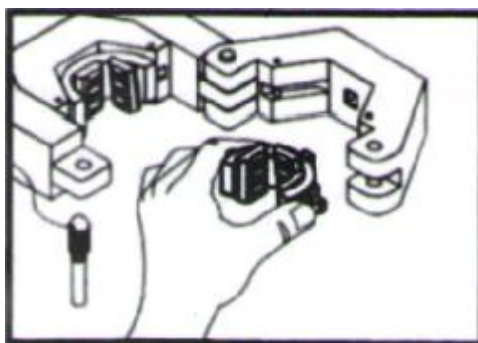

рис. 1А
3. Вставьте обжимные вставки в крепежные скобы обжимного устройства (см. рис.1А).
4. Обрежьте кончик обжимаемого шланга при помощи резака для того, чтобы иметь чистый срез под прямым углом без заусенцев (см. рис.1).